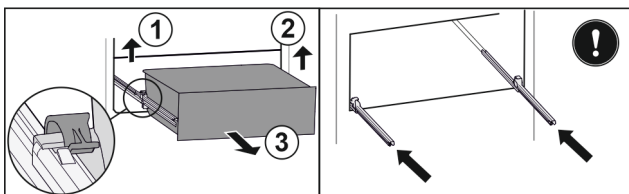

Fig. 150
- Pakelkite kairįjį gnybtą ir tuo pačiu metu ištraukite kairįjį stalčių į priekį. Fig. 150 (1)
- Pakelkite dešinįjį gnybtą ir tuo pačiu metu ištraukite stalčių į priekį. Fig. 150 (2)
- Išimkite stalčių į priekį. Fig. 150 (3)